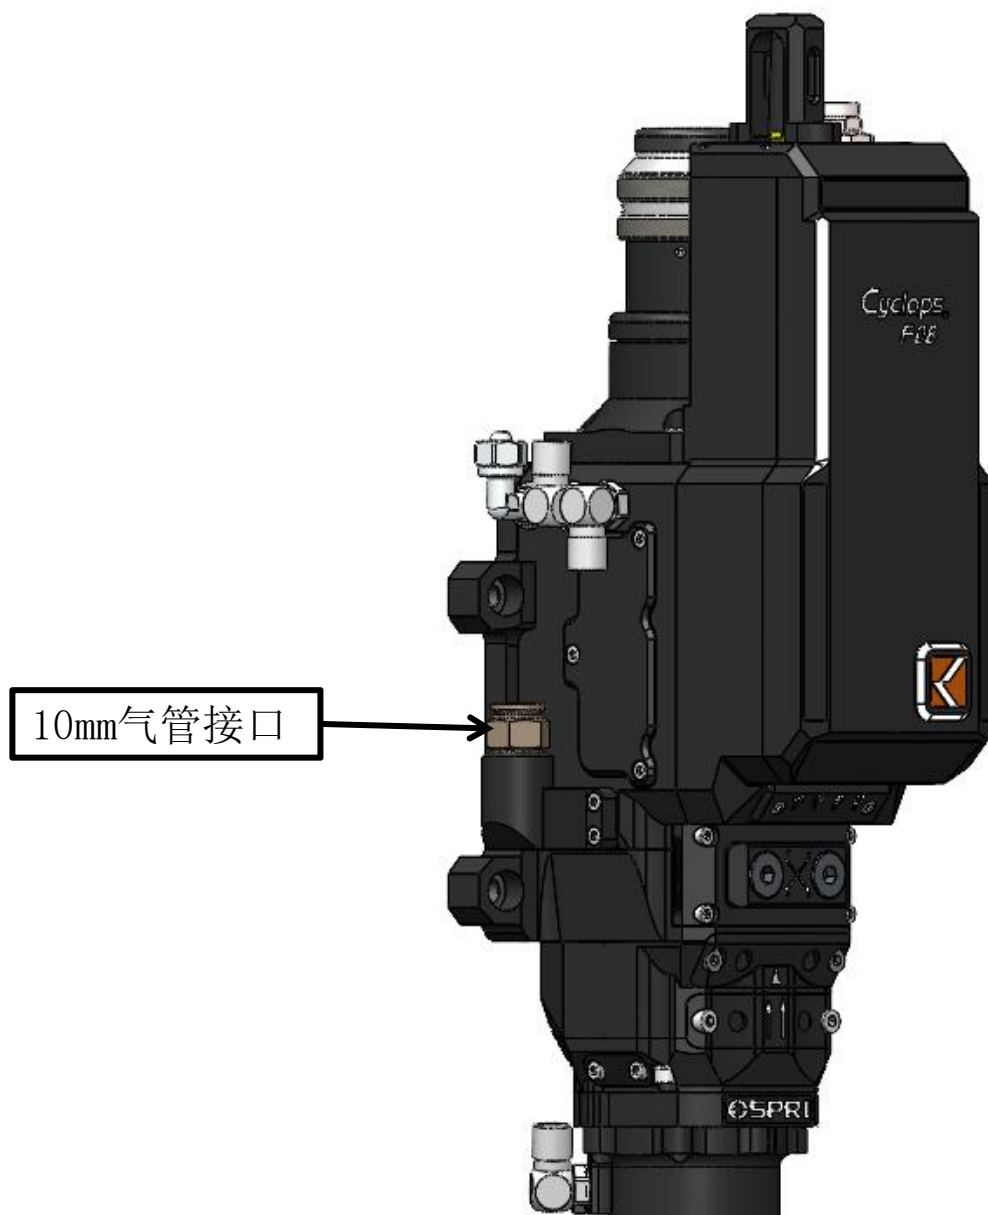

图1.6
① 输入口接10mm气管，如下图1.6所示，用于对接切割气体，输入压力 $<3.0\text{Mpa}$ 。